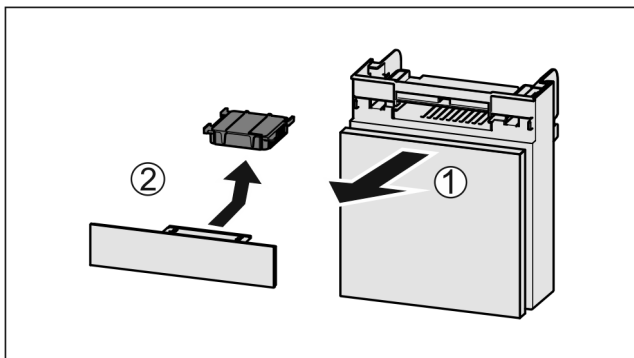

Fig. 146
- ▶ Zásuvku vytáhněte dopředu Fig. 146 (1).
- ▶ Filtr s aktivním uhlím vyjměte Fig. 146 (2).